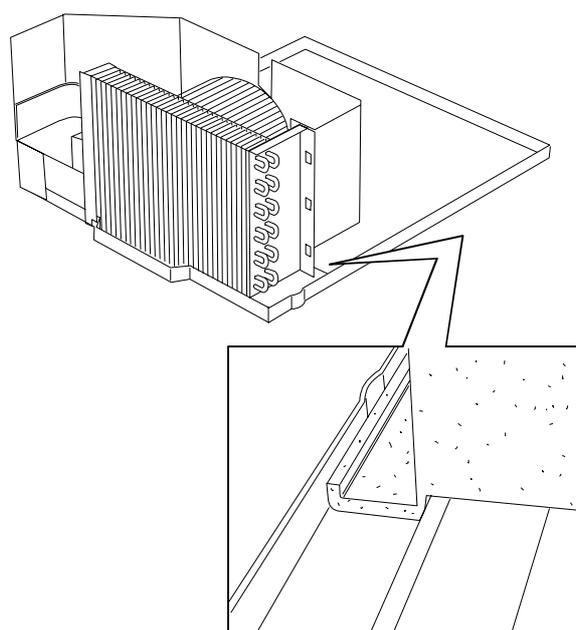

Fig.02
**Este pingamento ocorre, porque parte da água condensada no Evaporador, e que escorre pela Evoluta, ao entrar em contato com a Base do produto, retorna por baixo da própria Evoluta, acumulando-se (veja fig.02).**